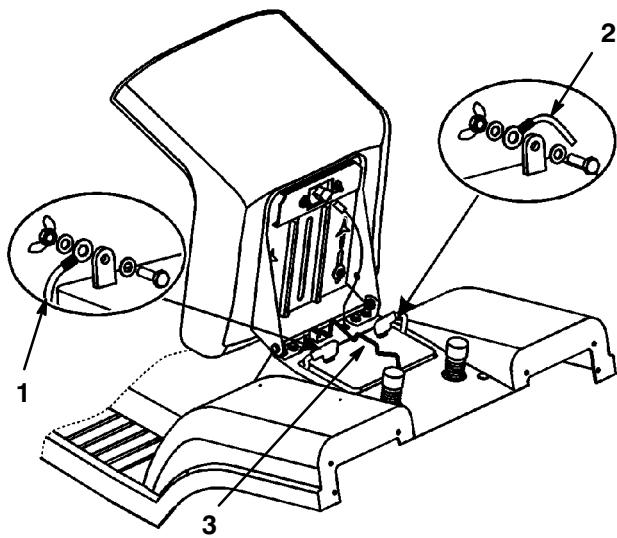

Abbildung 23
3. Die Gummiabdeckung vom negativen (schwarzen) Kabel herunterheben. Das negative (schwarze) Massekabel von der Batterieklemme lösen (Abb. 23).
4. Die Gummiabdeckung vom positiven (roten) Kabel herunterheben. Das positive (rote) Kabel von der Batterieklemme lösen (Abb. 23).
5. Die Batteriehaltestange entfernen (Abb. 23).
1. Die Batterie so in das Chassis setzen, dass die Batterieklemmen zur Vorderseite des Traktors zeigen (Abb. 23).
2. Die Batterie mit der Haltestange im Chassis befestigen (Abb. 23).
3. Das positive (rote) Kabel mit Schraube und Flügelmutter an der positiven (+) Batterieklemme anschließen (Abb. 23). Die Gummiabdeckung über die Batterieklemme schieben.
4. Das negative (schwarze) Kabel mit Schraube und Flügelmutter an der negativen (-) Batterieklemme anschließen (Abb. 23). Die Gummiabdeckung über die Batterieklemme schieben.